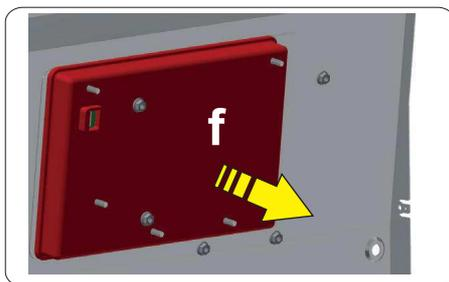

Fig. 13
- Enlever la boîte de protection en plastique (position **f** - voir **Fig. 13**).